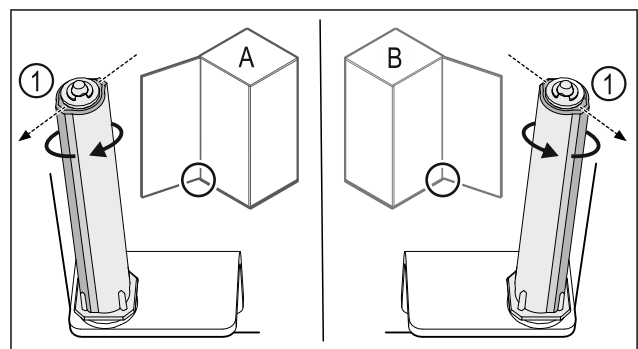

Fig. 50 Ovi avautuu vasemmalle (A) / ovi avautuu oikealle (B)
- ▶ Kierrä sulkuyksikköä vastusta vasten niin pitkälle, että sulkujärjestelmän porras Fig. 50 (1) osoittaa ulospäin.